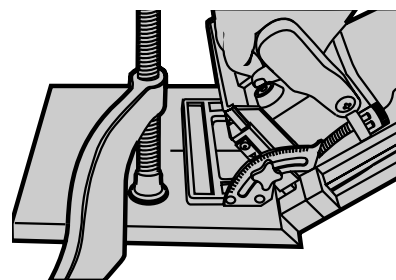

FIG 28
- D. Fixer la pièce et placer le jointeur de la façon illustrée à la figure 28.